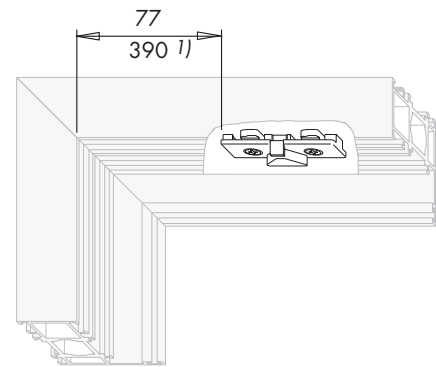

Bild 2 (A0006)
- B** Schließteil SP (5) nach Maßangabe (Bild 2) positionieren und befestigen.